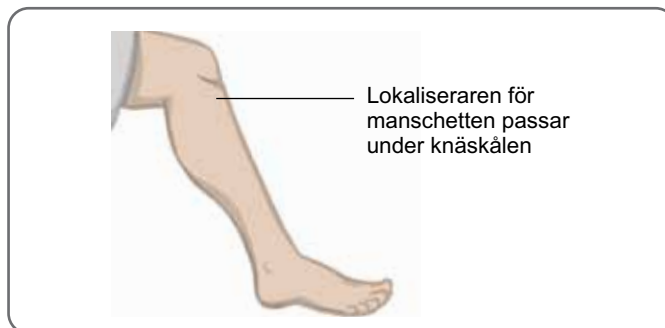

Bild 6-11: Rekommenderad knävinkel för positionering av underbensmanschetten
1. Sitt ned och räta ut benet något så som visas i bild 6-11. Knäskålens kontur ska synas tydligt. (Sätt foten på ett fotstöd, om det behövs.)